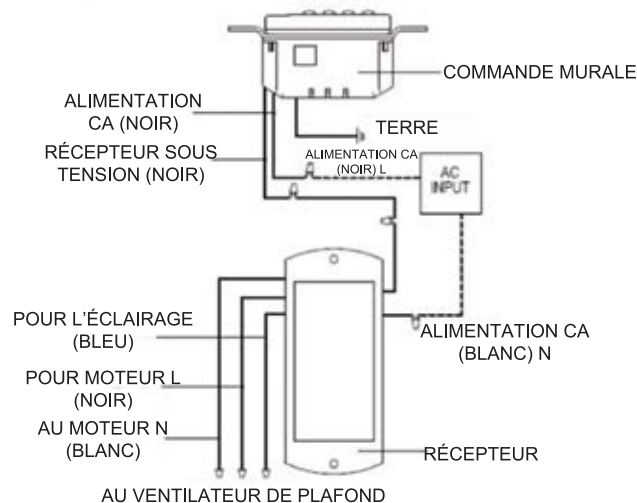

Fig. 15
Étape 2. Établissez les connexions électriques tel qu'indiqué sur la Fig. 15. Si votre boîte à prises est munie d'un fil de terre (vert ou cuivre nu), connectez le fil de terre de l'émetteur directement à l'une des vis de la boîte à prises. Sécurisez toutes les connexions de fils avec les connecteurs en plastique (fournis).